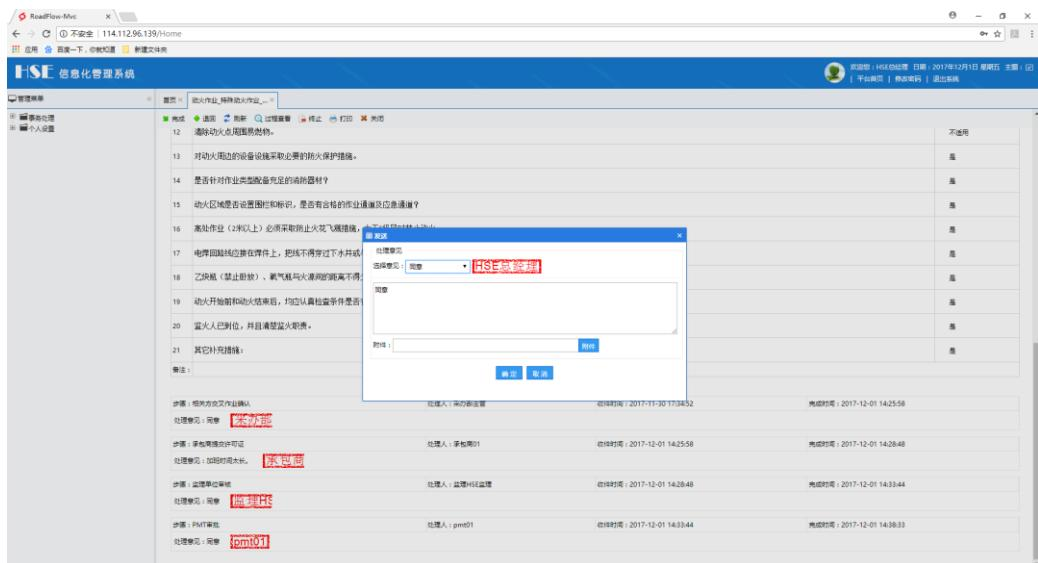

图 5.2-32 完成流程
2. 审查表单内容 , 内容合格无误后完成安全生产费用审批流程 , 如图 5.2-32 所示 :